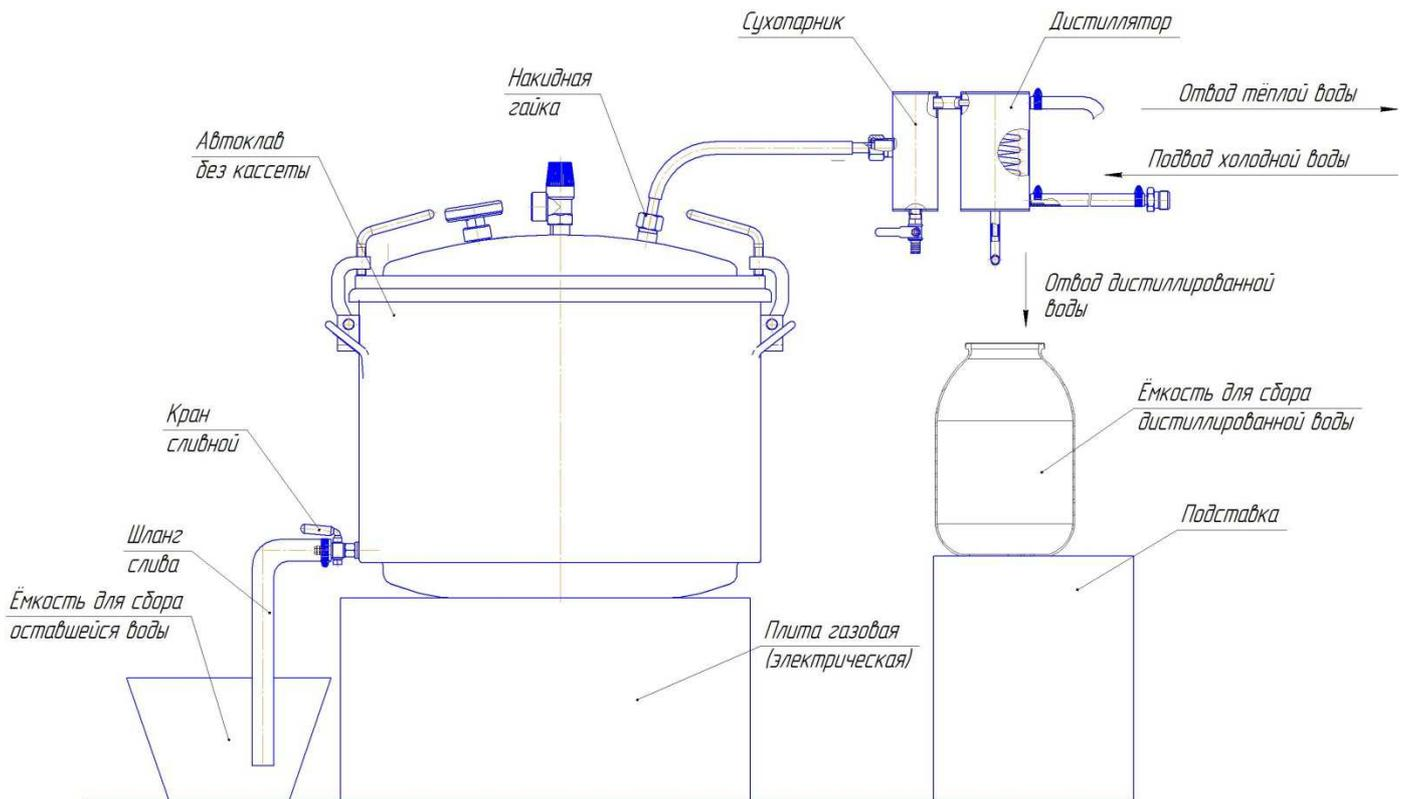

Рисунок 4 — Автоклав в сборе с дистиллятором
4.6. Собрать дистиллятор (рис. 4), предварительно удалив заглушку с прокладкой 14 (рис. 1). Проверить плотность соединения гибкого металлического шланга, трубок и крышки автоклава.
4.11. При появлении пара из конца отводящей трубки открыть водопроводный кран и заполнить рубашку конденсатора водой до выхода её из сливной трубки (рис.4).
4.12. При появлении первых капель дистиллированной воды из отводящей трубки (рис.4) отрегулировать расход воды через конденсатор так, чтобы из отводящей трубки не выходил пар. Поддерживать постоянную температуру воды в корпусе автоклава регулируя силу пламени горелки.
4.13. При получении необходимого количества дистиллированной воды необходимо выключить горелку и дождаться прекращения процесса кипения в автоклаве. При этом перестает капать вода из отводящей трубки (рис.4).